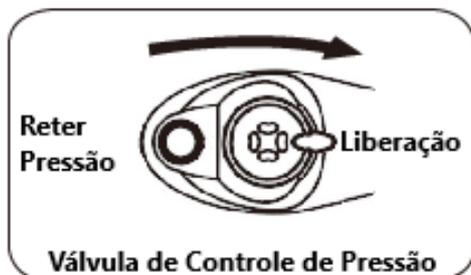

Figura 6
2. Gire a válvula de pressão para o estado de "Liberação", a fim de descarregar vapor para garantir a descida da válvula de flutuação (como mostrado na figura 6).